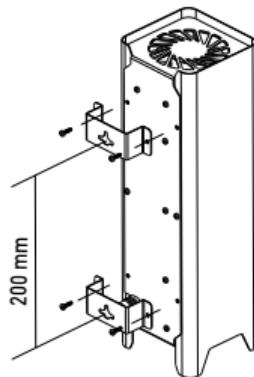

Fig. 1
- 6.4. Estão disponíveis suportes de parede opcionais para montagem horizontal ou vertical do dispositivo na parede (ver figura "Fig. 1" para um diagrama dos suportes).